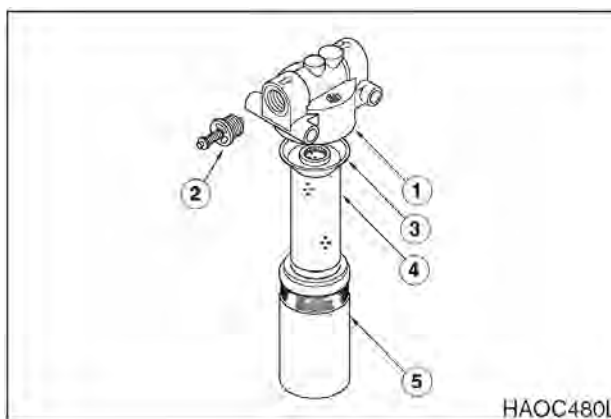

Рис. 66
4. Отвинтить корпус (5, рис. 66), снять уплотнительное кольцо (3) и фильтрующий патрон (4).
5. Вставить новый фильтрующий патрон и уплотнительное кольцо. Нанести небольшое количество масла на уплотнительное кольцо и вновь установить узел корпуса на головку фильтра (1, рис. 66).